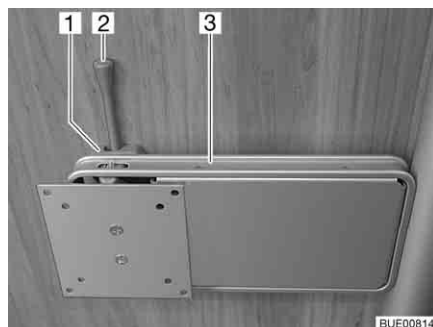

Fig. 74 Support sur colonne
- Pousser le levier de déverrouillage (Fig. 74,2) sur le côté et pivoter le support (Fig. 74,3) et l'écran plat pour les amener en position souhaitée.
- Pivoter l'écran plat en sens inverse, jusqu'à ce que le support (Fig. 74,3) s'enclenche dans le verrouillage (Fig. 74,1).